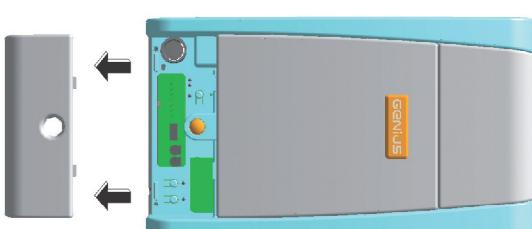

Fig. 28
**☞ Effectuer le cycle de SET UP après avoir préalablement monté le carter en plastique.** Il suffit d'enlever le capot postérieur (Fig. 28).